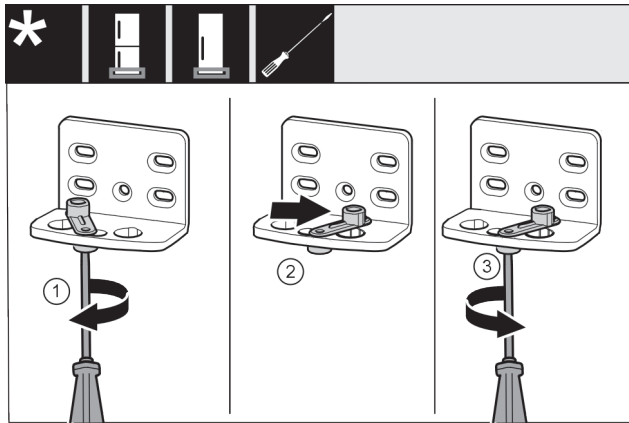

Fig. 19 *
- ▶ Ослабте гвинт Fig. 19 (1) за допомогою викрутки.*
- ▶ Підніміть допоміжний засіб для закривання дверцят Fig. 19 (2) і поверніть його в отворі на 90° праворуч.*
- ▶ За допомогою викрутки закрутіть гвинт Fig. 19 (3).*